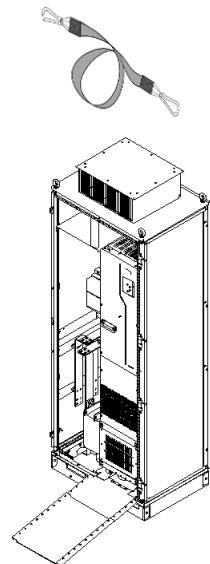

Рис. 4-15 ПЧ в шкафу 411
- ❖ ПЧ может быть вставлен в шкаф или извлечен из него только после того, как ролики выровнены с DIN-рейкой. Для обеспечения безопасности попросите двух человек вставить ПЧ в шкаф или вынуть его из него. См. рис. 4-15 и рис. 4-16.49410
чтобы предотвратить опрокидывание ПЧ во время вставки или извлечения, как показано на рис. 4-15.